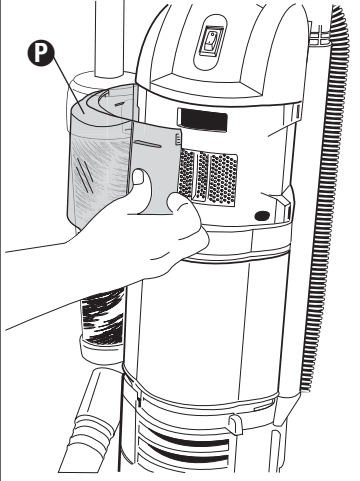

FIG. 15
Step 1: Remove top filter cover **P** by grasping right edge and pivoting to the left (FIG. 15).
Étape 1 : Enlevez le couvercle du filtre du haut **(P)** en saisissant le côté droit et en le pivotant vers la gauche (FIG. 15).
Paso 1: Quite la tapa del filtro **(P)** tomando el borde de la derecha y abriéndola hacia la izquierda (FIG. 15).